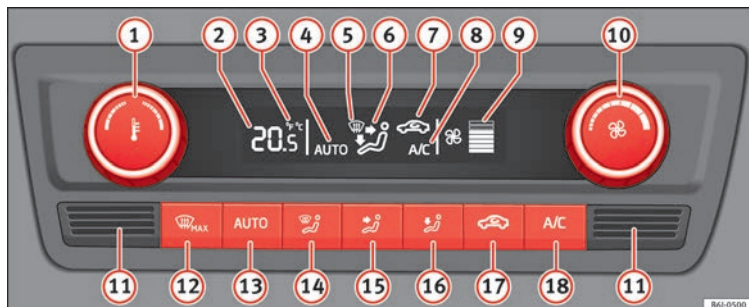

Bild 167 Climatronic: reglage.
-  **(18)** » bild 167 påslagen.
Motsvarande funktion slås på när en knapp trycks in. Luftkonditioneringen slås på om den var avstängd. Ett undantag är knapp **(17)** » bild 167 (luftcirkulation)
- Vrid reglaget **(10)** åt vänster till segmenten i kolumn **(9)** » bild 167 slocknar.
- Tryck på knappen  **(13)** » bild 167.
Håll in knapparna  och  » bild 167 i **2 sekunder** samtidigt. Informationen visas på skärmen i den önskade enheten.
- Kupétemperaturgivaren **(11)** » bild 167 finns längst ner. Den får inte täckas för med dekaler eller liknande, eftersom detta kan ha negativ inverkan på Climatronics funktioner.
- Tryck in knappen  **(13)** » bild 167 och **AUTO** som visas på skärmen.
- När du slår på tändningen kan reglaget **(1)** » bild 167 användas för att ställa in den önskade innetemperaturen.
- Tryck på knappen  **(17)** » bild 167 och  symbolen visas på skärmen.
- Tryck på knappen  **17** » » **bild 167** och symbolen försvinner från skärmen.
- Vrid reglaget **10** » » **bild 167** moturs (sänk hastigheten) eller medurs (öka hastigheten).
- Tryck på knappen  **MAX** **12** » » **bild 167**.
- Tryck flera gånger på knappen  **MAX** **12** » » **bild 167** eller tryck på knappen  **AUTO**.